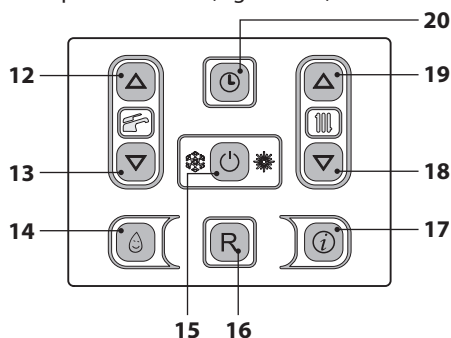
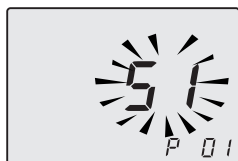

Figura 9.28
Figura 9.29
- Entrare in "modalità programmazione" premendo contemporaneamente per 10 secondi i tasti 15 - 18 - 19 (Figura 9.28) fino a far apparire sul display LCD le lettere **P01** che si alternano con il valore del parametro (83 = M260BJ.1616SV/T, 84 = M260BJ.2025SV/T o 87 = M260BJ.3035SV/T), indicanti l'entrata nel "parametro 01" (Figura 9.29).